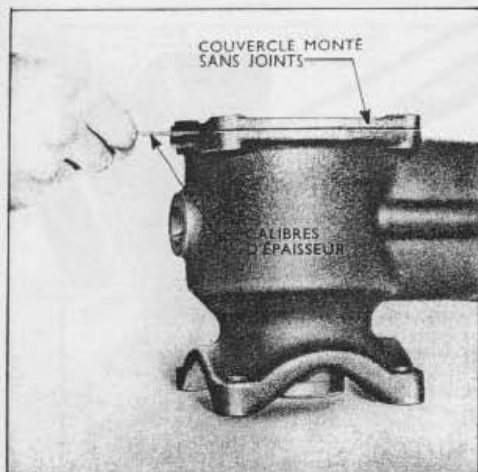

Fig.17
11. Avant de procéder à la repose finale du couvercle sur le carter, il faut déterminer l'épaisseur totale des joints d'aluminium qu'on devra fixer entre le couvercle et le carter pour assurer un jeu latéral d'environ 0,05 mm aux roulements d'arbre d'entraînement. Pour cela nettoyer et enlever toute bavure de métal des faces jointives du couvercle et du carter. S'assurer que l'arbre d'entraînement est en position correcte dans le carter puis placer le couvercle, sans joints. Régler la position du couvercle, tout en s'assurant qu'il reste bien positionné sur l'arbre d'entraînement, de telle sorte qu'il existe un jeu égal tout autour du couvercle, entre celui-ci et le carter; le vérifier à l'aide de calibres d'épaisseur (voir FIG. 17). Choisir des joints dont l'épaisseur totale soit supérieure à la dimension du jeu existant, si bien que, une fois le couvercle fixé sur le carter, il existe un jeu terminal d'environ 0,05 mm aux roulements d'arbre d'entraînement.